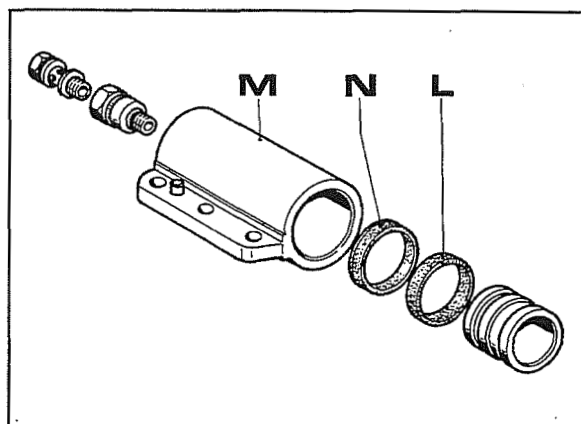

Fig. 31
A fig.31 mostra em detalhe os componentes cilindro/pistão.
h. Substituir o anel de retenção **N** fig.31.